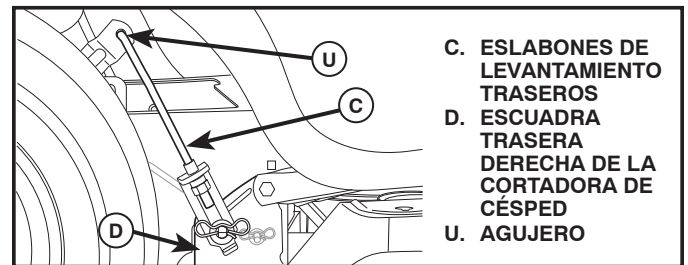

Fig. 13
## 7. INSTALE LOS ESLABONES DE LEVANTAMIENTO TRASEROS (C) (Vea Fig. 13)
- Inserte el extremo de varilla del eslabón de levantamiento trasero (C) dentro del agujero (U) en el brazo de suspensión del eje de levantamiento del tractor y haga oscilar el eslabón hacia abajo hacia la cortadora de césped.
- Levante la esquina trasera de la cortadora de césped y ubique la ranura en el conjunto de eslabones sobre la chaveta en la escuadra trasera de la cortadora (D); asegure con una arandela grande y un resorte de retención grande.